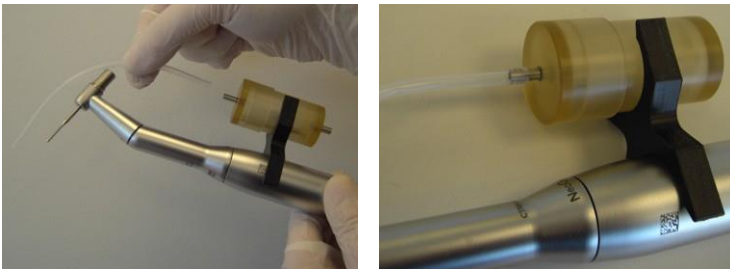

Figura 3-57. Conexión del tubo de injertos en el lado para injertos del colector de injertos
13. Conecte el tubo de injertos estéril en el lado para injertos del colector, como se muestra en la Figura 3-57.